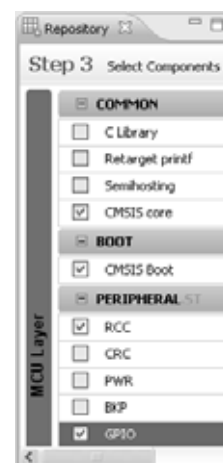

Рис.7
4) Создать новый проект, для чего на первом шаге указать фирму ST (рис.5), на втором – выбрать тип МК(2) STM32F100RB (рис.6), на третьем – поставить галочку возле библиотеки ввода-вывода GPIO (рис.7), подтвердить действия «Yes», ввести имя проекта, например, «hello», и нажать «Finish». Этот стандартный порядок действий годится для других Си-программ модуля Discovery, поскольку основное назначение МК(2) – работа с портами ввода-вывода.